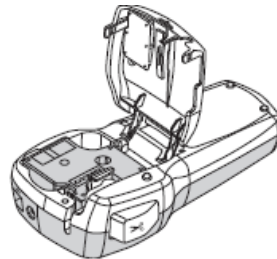

Рис. 5.
3. Вставьте картридж и нажмите до щелчка, пока он не встанет на место. См. Рис. 5.